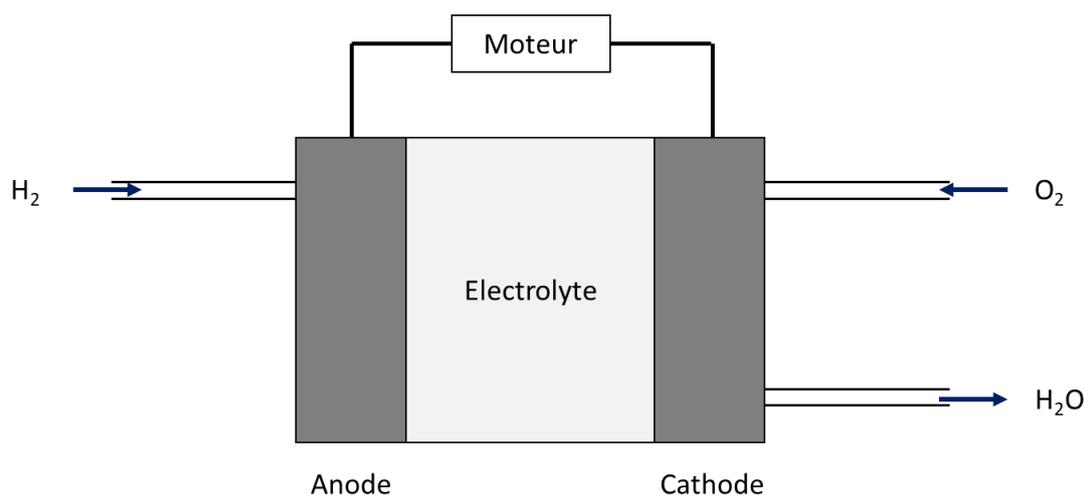

Figure 2
Le dihydrogène libéré par l'acide formique est utilisé comme combustible dans une pile à combustible. L'autre réactif est le dioxygène O2(g). Il est utilisé comme comburant. Un schéma simplifié de la pile est reporté sur la *figure 2*.
- C5.** En vous aidant du schéma de la *figure 2*, écrire les équations des demi-équations redox se déroulant aux deux électrodes (anode et cathode) lorsque la pile débite.